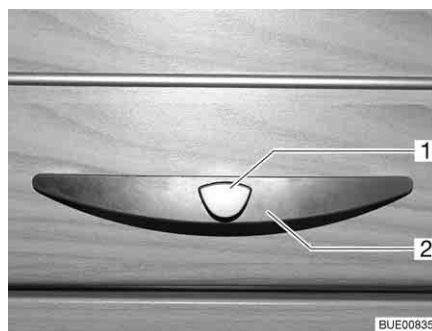

Bild 51 Möbelklappe mit Druckknopf
- Innenteil des Schlosses drücken. Der Druckknopf springt heraus (Bild 51).